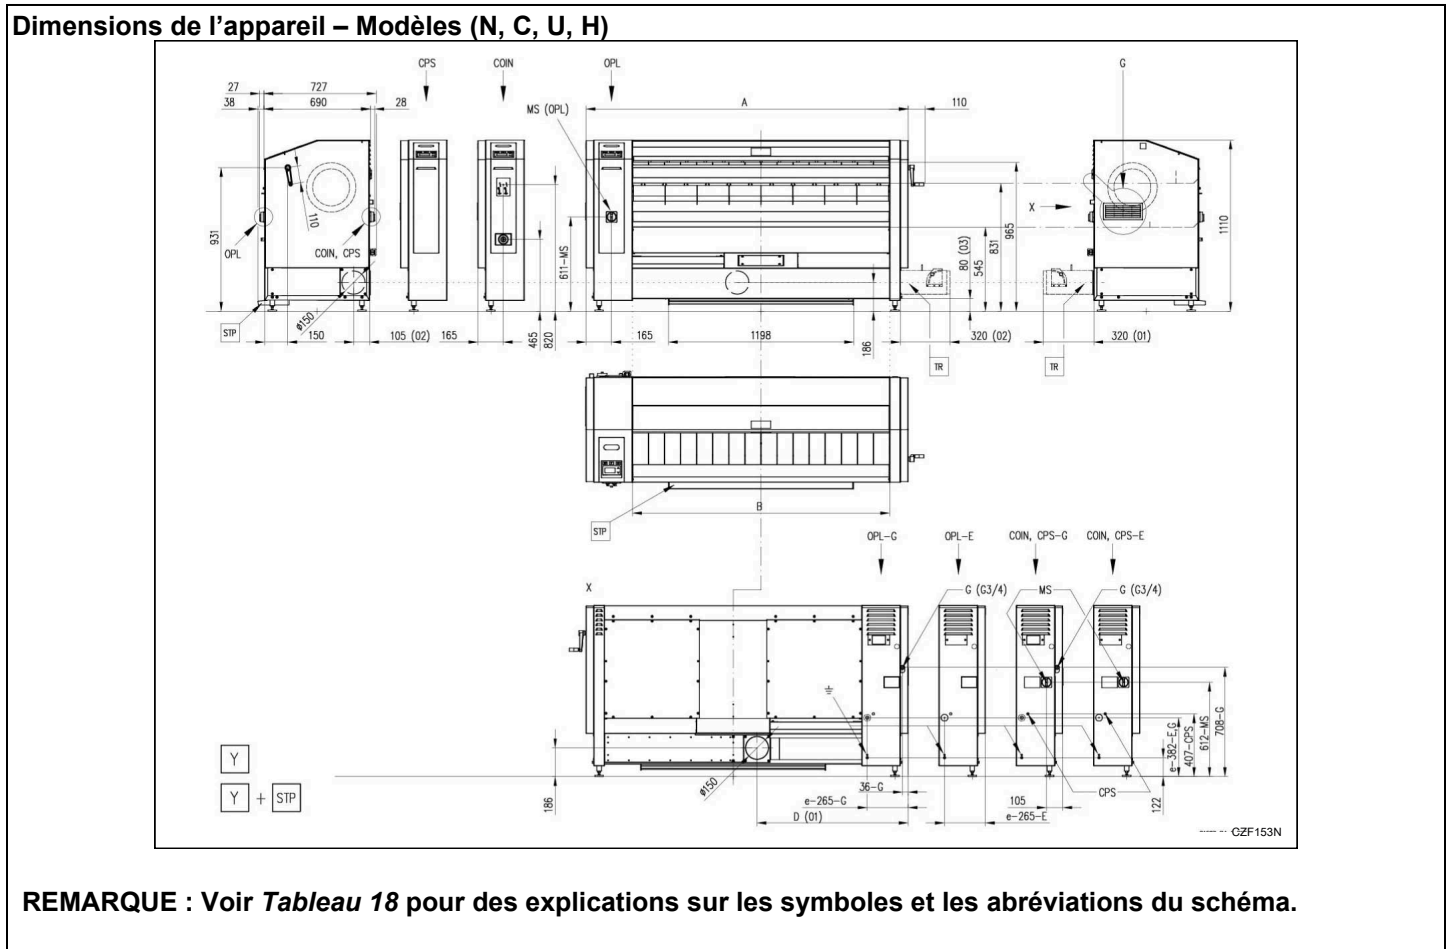

Figure 4
(1)	456 V maximum.
(2)	Puissance calorifique permanente nominale consommée déterminée à partir de la consommation de gaz – sans régulation
(3)	Qn(Hi) : Valide pour G20, 20 mbar; pour autres paramètres, voir Tableau 13 .
(4)	Pour les paramètres connexes, voir Raccordement au système d'échappement de la vapeur .
(5)	Valables pour un test conformément à ISO 9398-1.
(6)	Mn/Vn : Valide pour G20, 20 mbar; pour autres paramètres, voir Tableau 13 .
(7)	Pour les spécifications des variantes possibles, voir Tableau 13 .
(8)	Valable pour les emballages : carton sur palette.
(9)	Se reporter à la Figure 4 .
(10)	Y - machine de base à sortie frontale.
Explications du schéma (voir Figure 4)
Dimensions de la machine (Voir Figure 4)